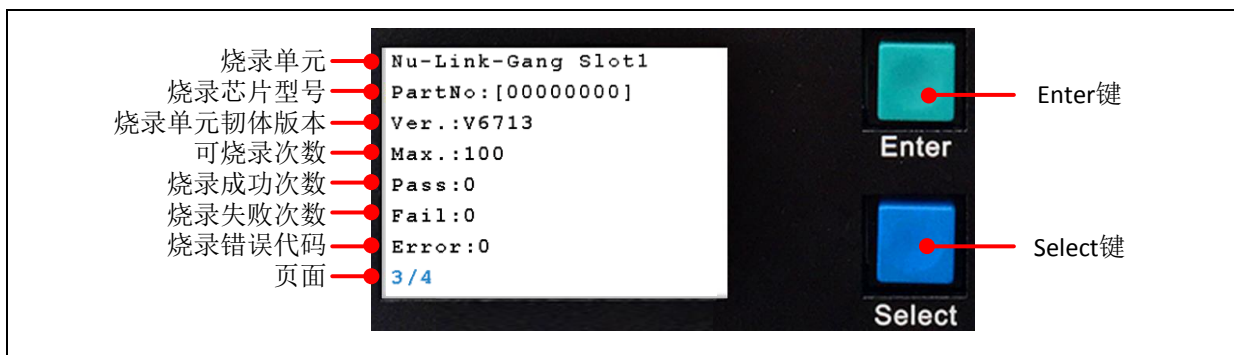

Figure 3-9 第三页-个别烧录单元信息
- 页面3: 显示选取的烧录单元的信息, 包含烧录芯片型号、烧录单元的韧体版本、可烧录次数、烧录成功次数、烧录失败次数、与烧录失败的错误代码, 如Figure 3-9。使用Enter键进入下一个页面。